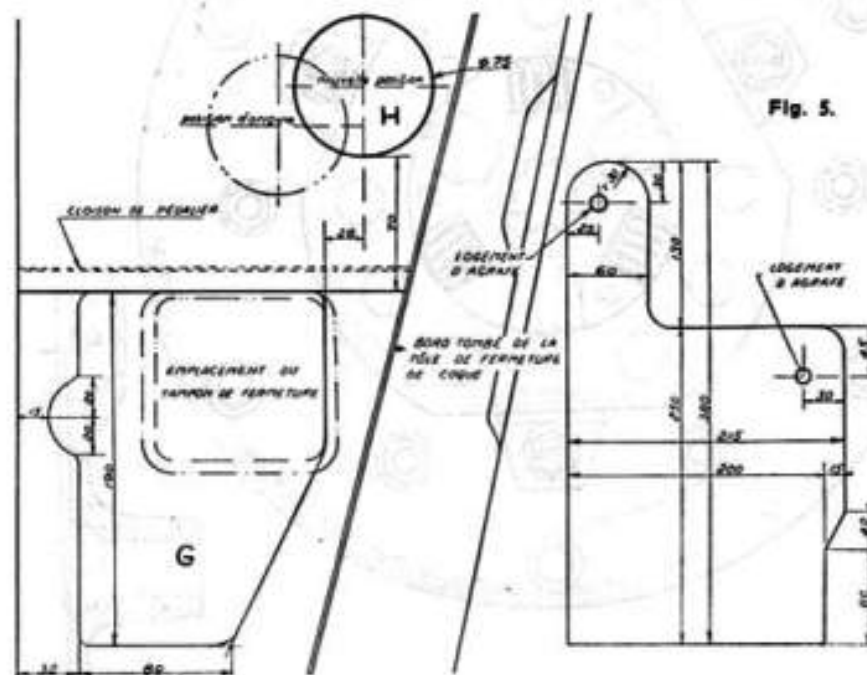
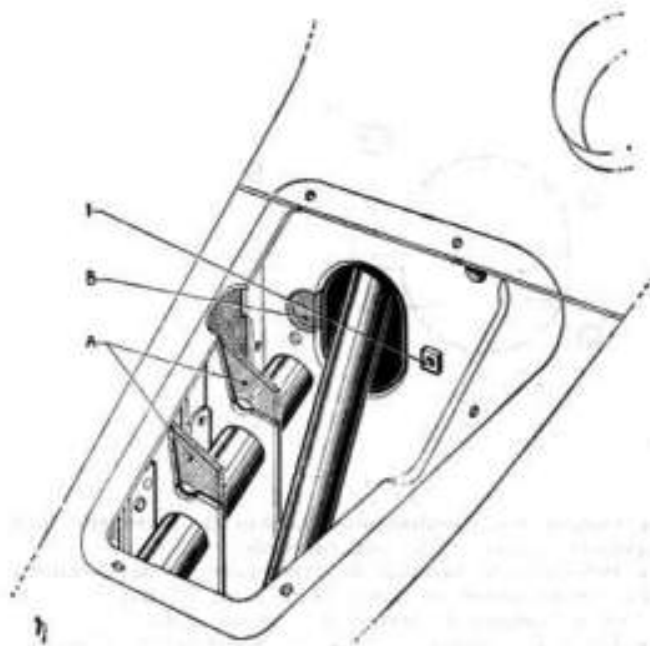
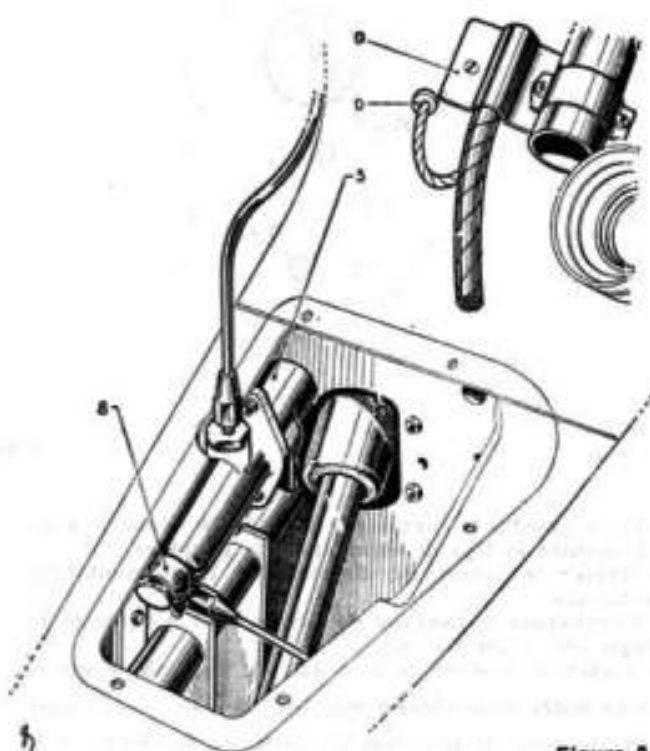
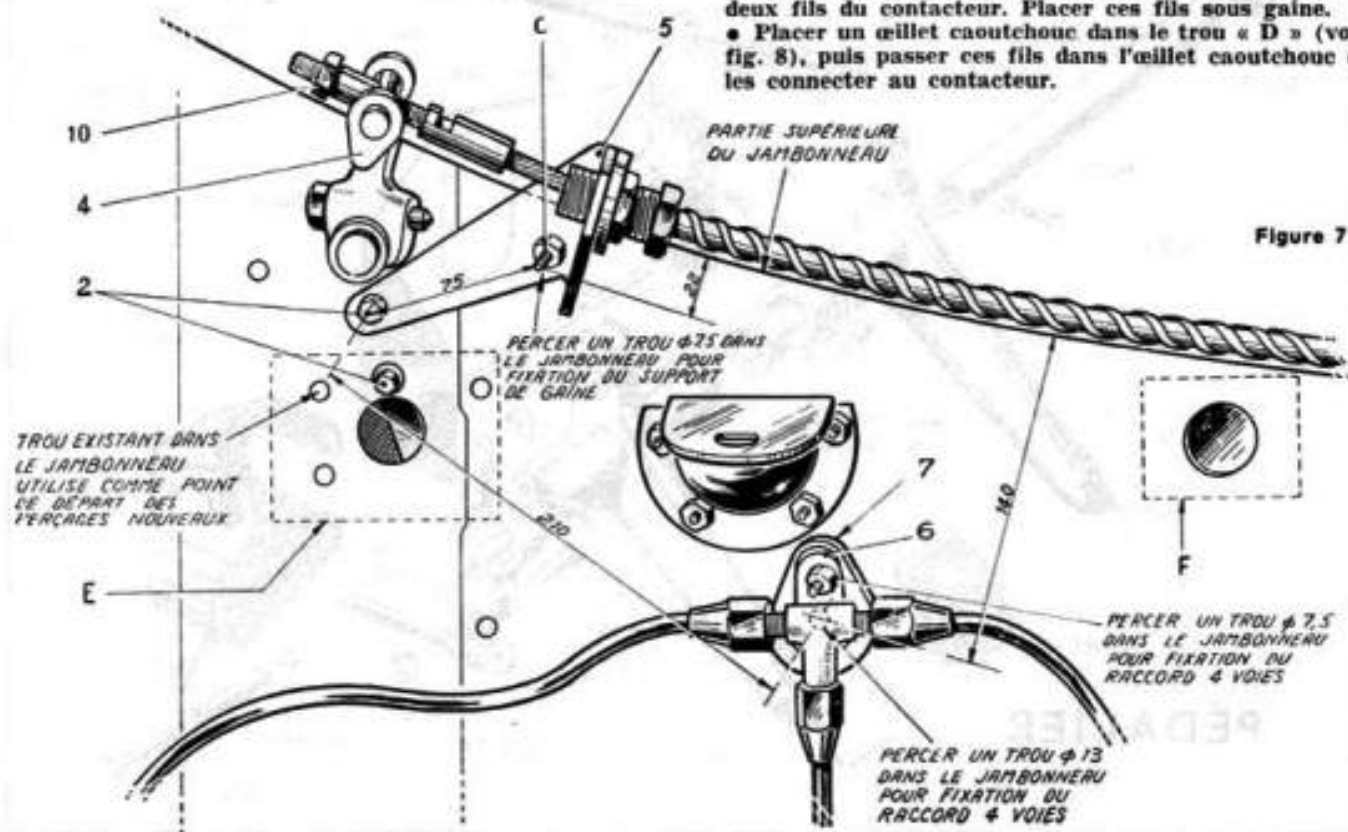

Fig. 5.
Figure 6
Figure 8
Figure 7
- Tracer l'ouverture à réaliser dans le jambonneau gauche comme indiqué figure 5 (en G). Découper cette ouverture (utiliser l'outil ravageur 2670 T). Planer la découpe, limer les aspérités.
- Déplacer la buse de prise d'air chaud comme indiqué figure 5 (en H).
- Couper à la demande les deux renforts du jambonneau comme indiqué figure 6 (en A) pour permettre le passage du maître-cylindre. Faire sauter au burin les deux écrous soudés (1).
• Tracer le passage du poussoir de maître-cylindre (en B) (voir fig. 6 et 9) et contrepercer quatre trous (M) des vis fixant le support de pédalier sur la cloison.
• Découper le passage (B) du poussoir de maître-cylindre ; pour cela, percer une série de trous à l'aide d'un foret de $\varnothing = 5$ mm.
• Déposer le pédalier. Terminer à la lime le passage (B) du poussoir de maître-cylindre.
• Monter le pédalier et le maître-cylindre avec son support (3). (voir fig. 8). Placer l'entretoise de la vis inférieure. Serrer les vis en intercalant une rondelle Grower sous écrous, ne pas serrer la vis latérale supérieure droite (2) (voir fig. 7).
• Monter le levier de renvoi (4) (voir fig. 7), s'assurer qu'il ne frotte pas contre la tôle de jambonneau, sinon « renvoyer » légèrement la tôle au marteau ; mettre en place la clavette, serrer l'écrou.
• Présenter le support de guide réglable (5), le fixer par la vis supérieure latérale (2). Positionner ce support comme indiqué figure 7. Percer le trou (C) de la vis de fixation AV. Serrer les vis en intercalant une rondelle Grower sous les écrous.
• Tracer et percer les trous de passage et de fixation du raccord Lockheed 4 voies (6) comme indiqué figure 7. Monter le raccord en inter-
- Accoupler les tubes Lockheed au raccord (6). Monter le raccord de départ (8) sur le maître-cylindre (voir fig. 8). Monter le tube Lockheed entre maître-cylindre et raccord et le tube entre réservoir et maître-cylindre.
- Placer un œillet caoutchouc dans le trou « D » (voir fig. 8), puis passer ces fils dans l'œillet caoutchouc et les connecter au contacteur.
- Enrubanner le faisceau de fils, le fixer à l'aide de la plaque (9) (voir fig. 8).
l'aide de simili collé entre E et F (voir fig. 7). Utiliser une colle genre Glutafix.
- Visser provisoirement le guide réglable dans le support AR. Engager l'embout fileté du câble dans le berrillet du levier de renvoi (4), visser provisoirement l'écrou à douille (10) (voir fig. 7).
- Régler la garantie de la pédale : pour cela, agir sur l'écrou à douille de réglage du câble (10). La course « morte » de la pédale doit être comprise entre 10 et 15 mm.
- Confectionner une garniture moquette (voir fig. 5 à droite), la fixer avec deux attaches « Raymond ».